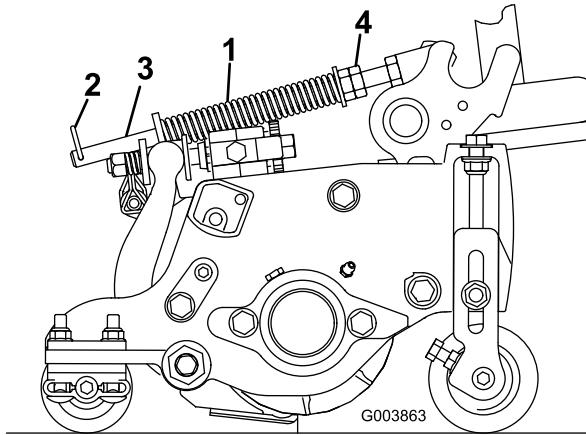

Рисунок 16
Пружина компенсации состояния травяного покрова (Рисунок 16) переносит вес с переднего на задний валик. Это препятствует образованию на грунте волнообразных неровностей (так называемые «волны» или «гряски»).
- Убедитесь, что игольчатый шплинт установлен в заднее отверстие штока пружины (Рисунок 16).
- Затяните шестигранные гайки в передней части штока пружины так, чтобы сжатая длина пружины стала равна 12,7 см на машине с 5-дюймовыми режущими блоками или 15,9 см на машине с 7-дюймовыми режущими блоками (Рисунок 16).